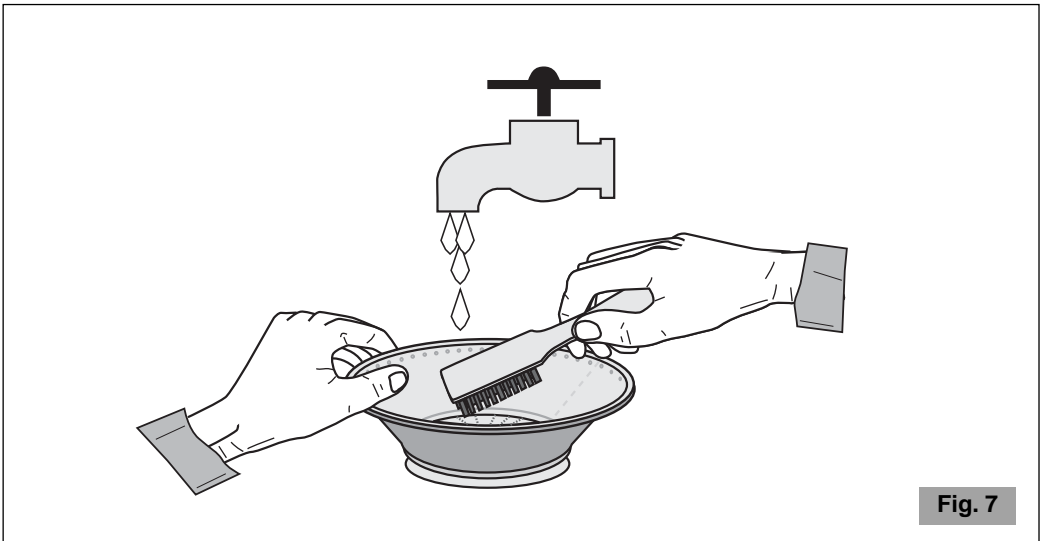

Fig. 7
- Para obtener un rendimiento superior de zumo controlar siempre que el filtro haya sido limpiado cuidadosamente utilizando el cepillo de nylon en dotación. Utilizando este cepillo, mantener el filtro bajo el grifo y cepillar la parte interna del tamiz (véase Fig. 7), después controlar en contraluz que no haya agujeros obstruidos en el tamiz. Si hubiera agujeros obstruidos, inmergir el filtro en una solución de agua caliente con el 12% de zumo de limón o vinagre para que se liberen los agujeros. En alternativa lavar el filtro en el lavavajillas.
Pulpa expulsada muy mojada e inferior cantidad de zumo extraído.	<ul style="list-style-type: none"> <li>• Probar licuar más lentamente apretando la fruta con menor fuerza.</li> <li>• Asegurarse siempre que el filtro haya sido limpiado cuidadosamente utilizando el cepillo de nylon en dotación. Utilizando este cepillo, mantener el filtro debajo del grifo y cepillar la parte interna del tamiz (véase Fig. 7), después controlar en contraluz que no haya agujeros del tamiz obstruidos. Si hubiera agujeros obstruidos, inmergir el filtro en una solución de agua caliente con el 12% de zumo de limón o vinagre para que se liberen los agujeros. Como alternativa lavar el filtro en lavavajillas.</li> <li>• Fruta demasiado madura.</li> </ul>